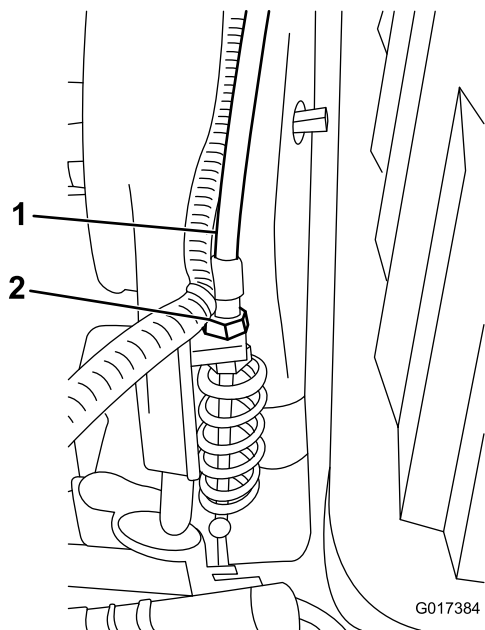

図 45
3. トランスミッションのバルクヘッド部で、リールコントロールのケーブル（図 45）を行う；スプリングの長さが 70.6-72.4mm になるように調整する。